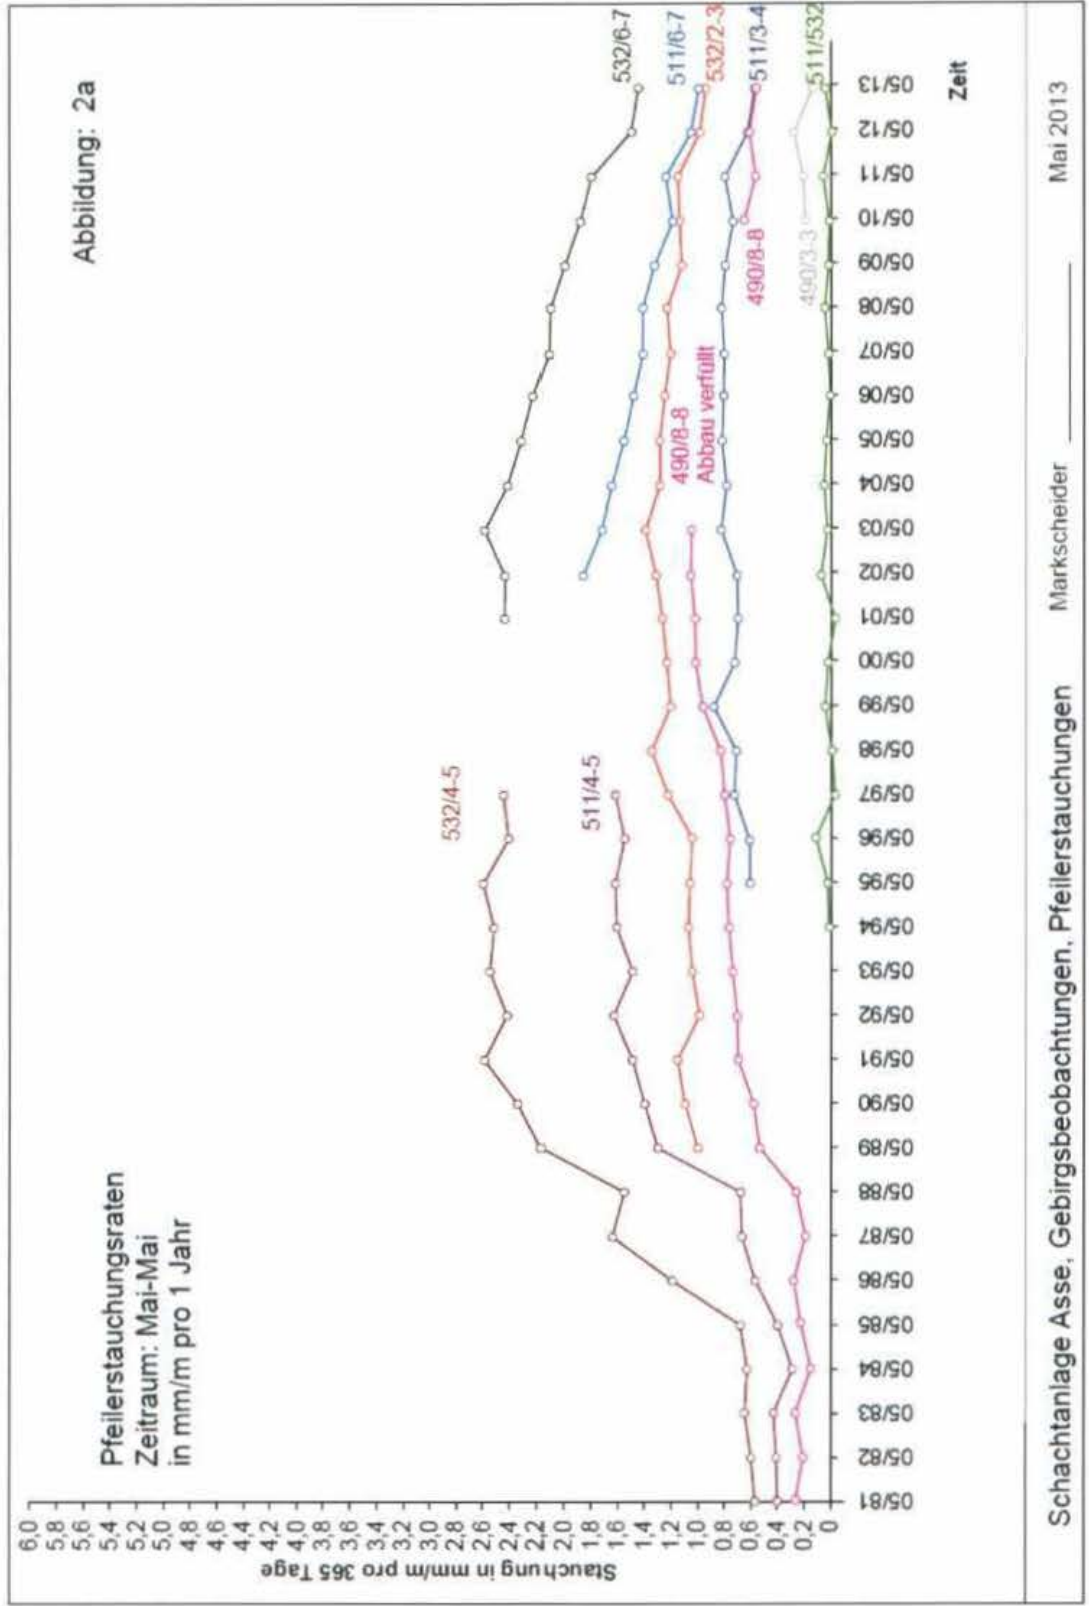

Abbildung 2a: Pfeilerstauchungsraten 511- und 532-m-Sohle [mm/(m*a)]
- Abbildung 2a: Pfeilerstauchungsraten 511- und 532-m-Sohle [mm/(m*a)]